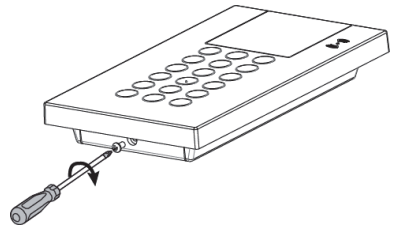

Figuur 3
3. Gebruik de bevestigingsgaten als een sjabloon en bevestig de montagebeugel aan de muur door gebruik te maken van de 4 schroeven en 1 extra schroef voor de sabotage (zie Figuur 3).